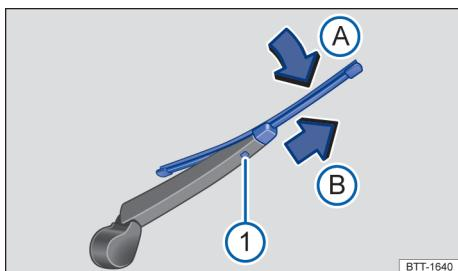

图 125 更换后风窗玻璃刮水片
- 按住分离按钮 → 图 125 ①。
- 从刮水器臂上沿 → 图 125 (箭头 A) 的方向翻开刮水片，同时沿箭头方向 B 拉出刮水片。可能需用点力方可拉出刮水片。
- 将长度和结构均相同的新刮水片逆箭头方向 → 图 125 B 插到刮水器臂上，直至其卡定。此时刮水片须处于翻开位置 → 图 125 (箭头 A)。